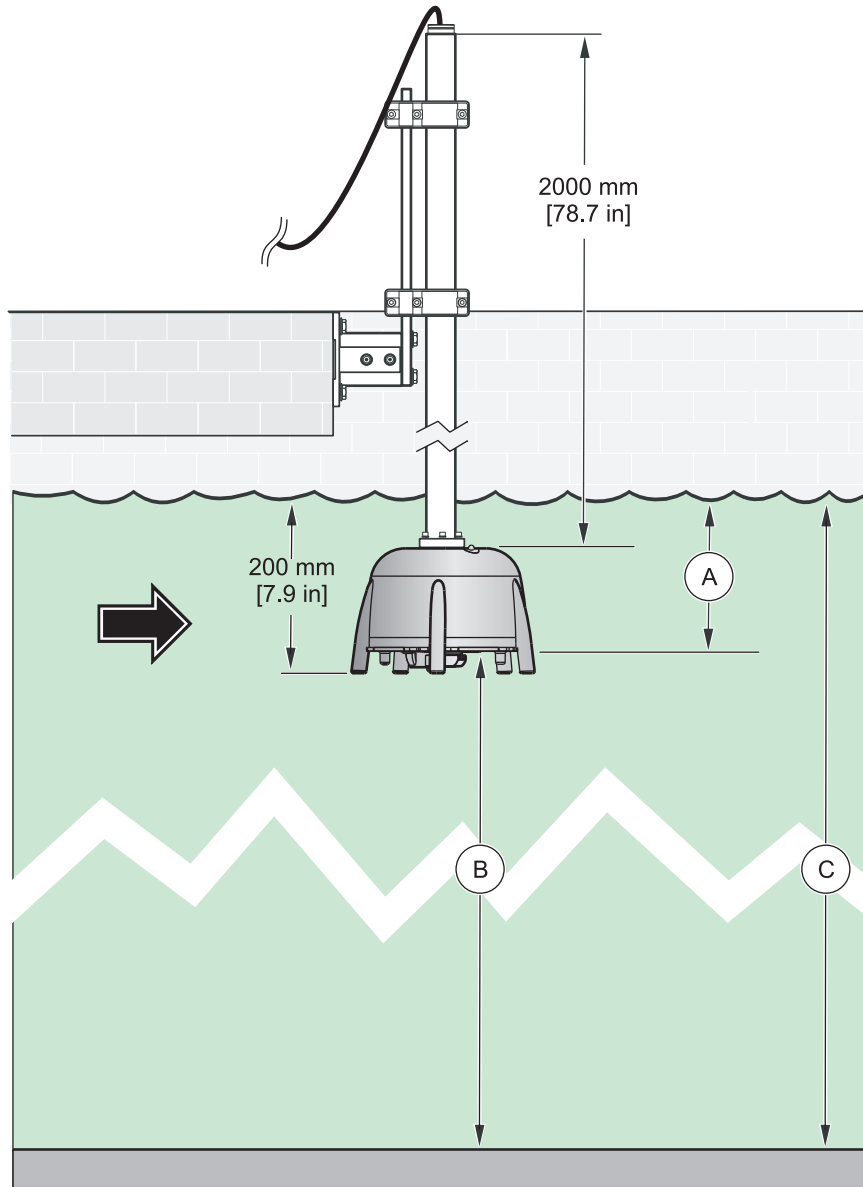

図 10 プランジャー深さ - タンク深さ
- [CALIBRATE ( 校正 )] プローブメニューの [PLUNGERDEPTH ( プランジャー深さ )] メニュー項目 ( 図 10 の A ) で実際のプランジャー深さを入力します。
- [CALIBRATE ( 校正 )] プローブメニューの [TANK DEPTH ( タンク深さ )] メニュー項目 ( 図 10 の C ) でタンク深さの記録値を入力します。